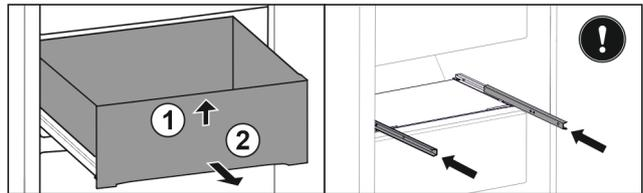

Fig. 28 *
- ▶ Підняти висувний ящик вперед Fig. 28 (1)*
- ▶ Витягнути вперед Fig. 28 (2)*